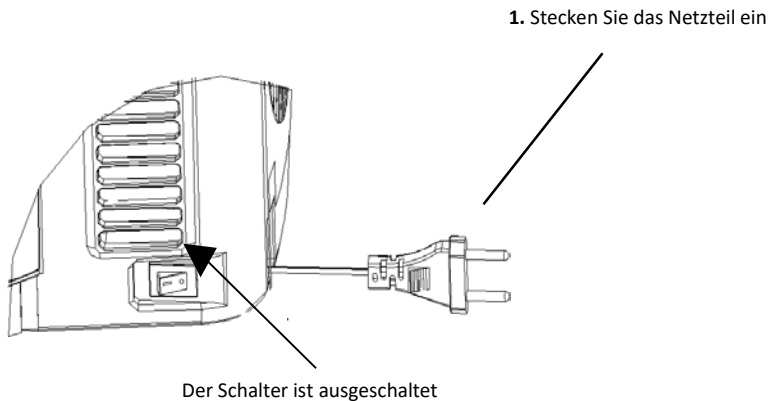

Abbildung 13
3. Schalten Sie das Gerät ein, indem Sie den Schalter auf "I" stellen. (Ausschalten an der Position „0“) (Abbildung 13)